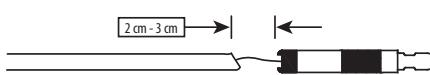

Figura 7
- Separare cuidadosamente as extremidades proximal e distal do introdutor aberto. Em seguida, sob fluoroscopia, puxe a porção proximal do introdutor do implante cerca de 2–3 cm para confirmar o destacamento do implante de acordo com as instruções de utilização (Figura 7).